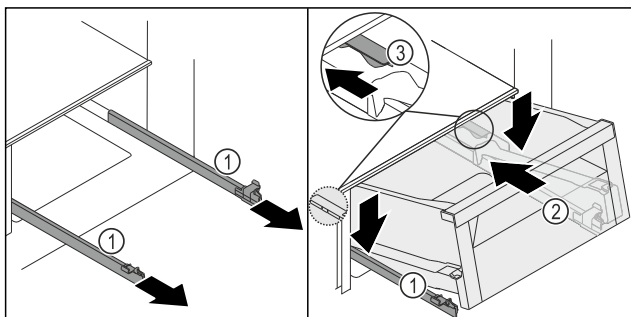
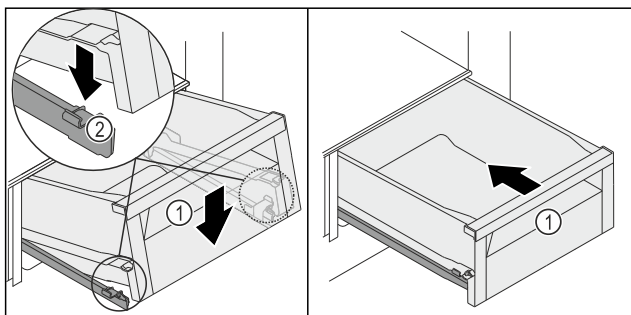

Fig. 211
Fig. 212
- Pevne držte koľajnicky Fig. 211 (1) a nasadíte zásuvku Fig. 211 (2) zhora za záležku Fig. 211 (3) na koľajnicky Fig. 211 (1).
- Posuňte zásuvku Fig. 211 (2) na koľajnčkách Fig. 211 (1) až na doraz dozadu.
- Spustíte zásuvku Fig. 211 (2) vpredu tak, aby zásuvka vľavo a vpravo sklzála do svorky Fig. 212 (2).
- Zásuvka Fig. 212 (1) počutelne zapadne.
- Zasuňte zásuvku Fig. 212 (1).